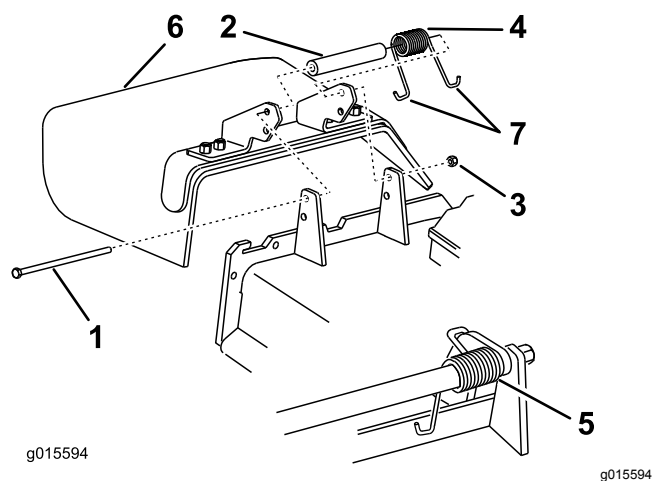

Figure 125
1. Retirez le contre-écrou, le boulon, le ressort et l'entretoise qui fixent le déflecteur aux supports de pivot (Figure 125).
2. Enlevez le déflecteur s'il est endommagé ou usé (Figure 125).
Remarque: Assurez-vous qu'une extrémité en J du ressort se trouve derrière le bord du tablier avant de mettre le boulon en place, comme montré à la Figure 125.
- Placez une extrémité en J du ressort autour du déflecteur d'herbe (Figure 125).